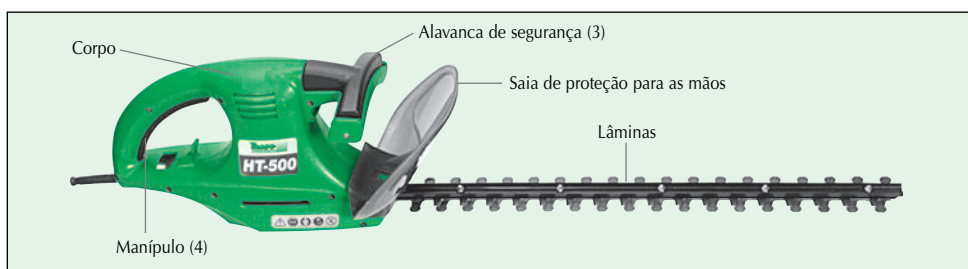

Fig. 1
- ✓ **Ligar** - Pressione a alavanca de segurança frontal (3) e após, o manípulo (4) (Fig. 1).
- ✓ **Desligar** - Libere a alavanca de segurança (3) ou o manípulo (4) (Fig. 1).